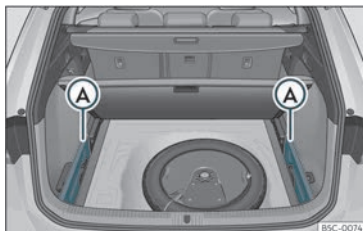

Fig. 120 No maleteiro: aloxamento para gardar a bandexa enrolable.
- Extraia as tapas esquerda e dereita >>> **fig. 120** **A**.